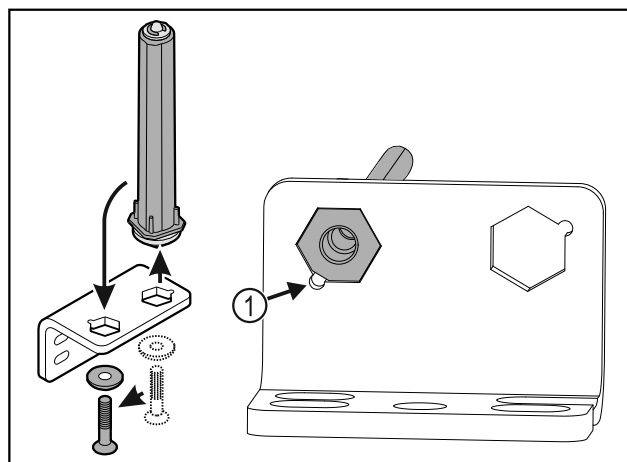

Fig. 37
- ▶ Zwrócić uwagę, aby podczas wkładania ścięcia sworznia Fig. 37 (1) było skierowane na okrągły otwór.